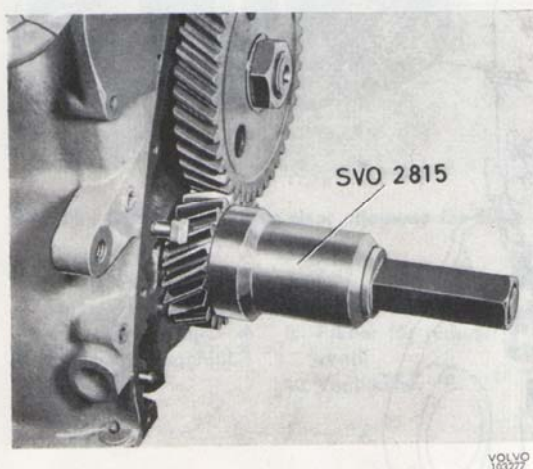

Bild 62. Montering av vevaxelhjul, B 30
7. Montera vevaxelhjulet med 2815, se bild 62.